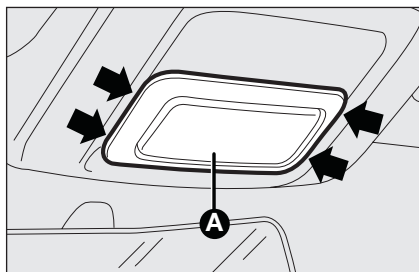

fig. 25
- com auxílio de uma chave de fendas, retire a lente da luz do tecto **A**-fig. 25 actuando sobre o ponto indicado pela seta;